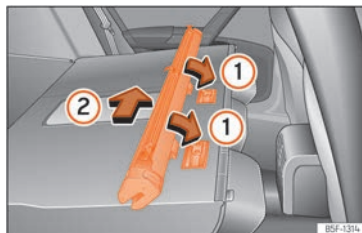

Fig. 143 Montar la red de separación en los respaldos del asiento trasero.
- Coloque la carcasa de la red en los rebajes de los carriles de sujeción en el sentido de las flechas »» fig. 143 ①.
- Empuje la carcasa hacia el lado izquierdo del vehículo en el sentido de la flecha »» fig. 143 ② y hasta el tope.
- Tire de la carcasa de la red aproximadamente 5 cm en el sentido contrario de la flecha »» fig. 143 ②.
- Extraiga la carcasa de los carriles de sujeción tirando en el sentido contrario al de las flechas »» fig. 143 ①.